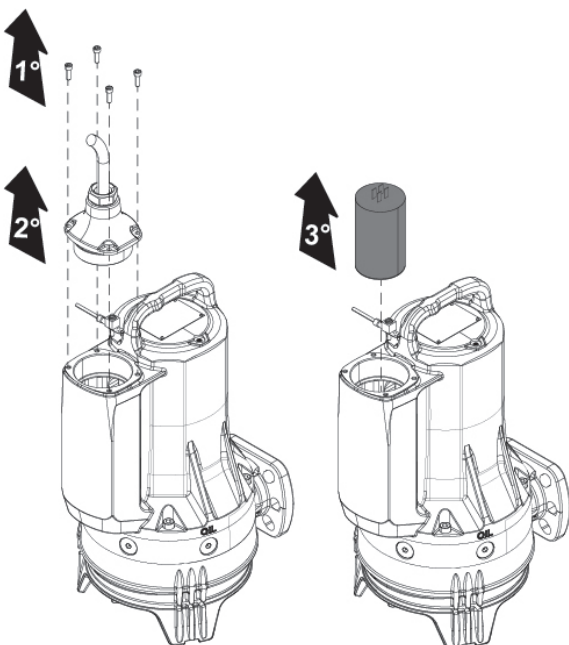

Fig.9
- Remplacement condensateur (Fig.9)